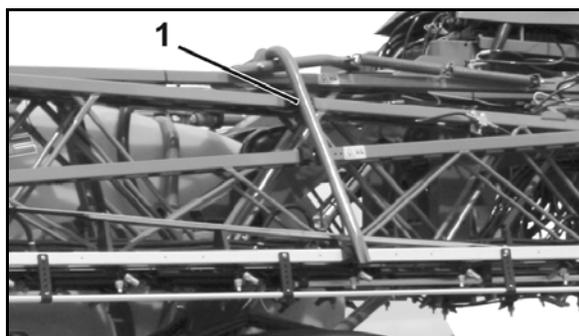

Fig. 9
- Verrouillage en position de transport (Fig. 9/1) de la rampe Super-L permettant d'éviter un dépliage accidentel de celle-ci.